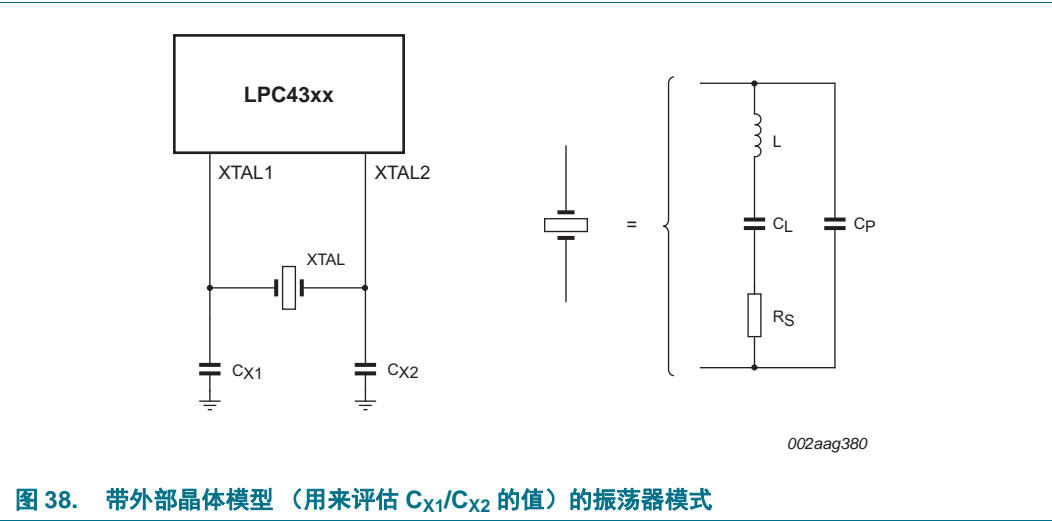

图 38. 带外部晶体模型（用来评估 C_{X1}/C_{X2} 的值）的振荡器模式
- 振荡模式中使用的元件和模型如图 38、表 31 和表 32 中所示。如果是基本模式的振荡，由于反馈电阻集成在芯片上，因此只有一个晶体以及电容 C_{x1} 和 C_{x2} 需要从外部进行连接（基本频率由 L、CL 和 R_s 表示）。电容 C_P（如图 38 中所示）表示并联封装电容，它不得大于 7 pF。参数 F_c、CL、R_s 和 C_P 由晶体制造商提供。